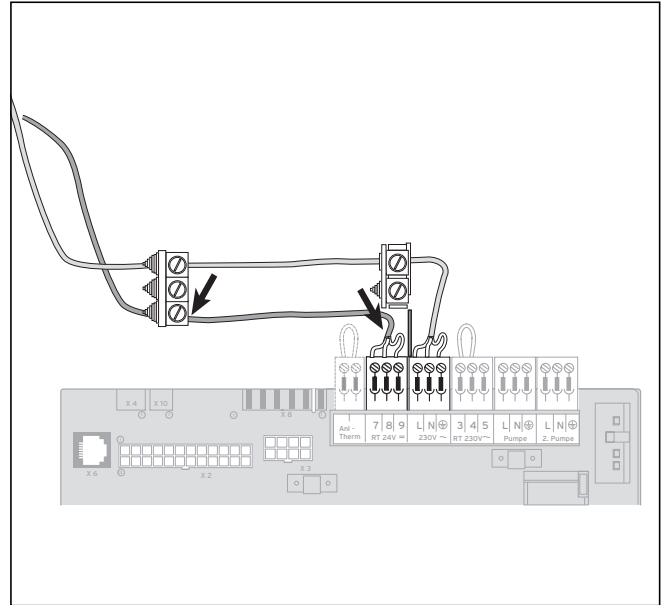

Abb. 5.14 Anschluss der Regelgeräte und Zubehöre
- Schließen Sie die Anschlusskabel entsprechend Abb. 5.14 an die entsprechenden ProE-Stecker bzw. Steckplätze der Elektronik an.